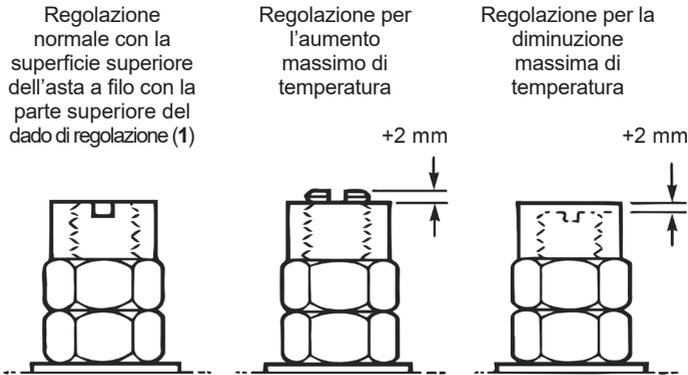

Fig. 9
Con una chiave fissa da 16 mm tenere il dado di regolazione (1) ed allentare il controdado (2). Utilizzando un cacciavite inserito nella fessura predisposta per impedire la rotazione dell'asta, si possono riposizionare il dado di regolazione (1) ed il controdado (2) con uno spostamento massimo di  $\pm 2$  mm come mostrato nella Fig. 9.